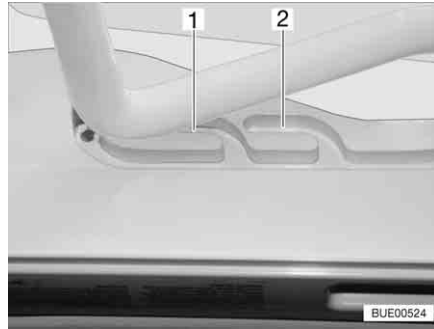
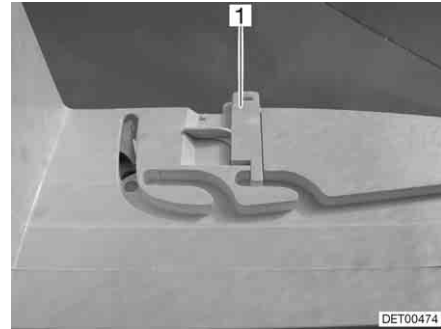

Fig. 112 Oblò Heki in posizione di ricircolo d'aria
Fig. 113 Bloccaggio della posizione di ricircolo d'aria
È possibile portare l'oblò Heki in due posizioni di ricircolo d'aria: Posizione brutto tempo (Fig. 112,1) e posizione centrale (Fig. 112,2). A seconda del modello, l'oblò può essere bloccato sulla posizione centrale del suo telaio con i due chiavistelli (Fig. 113,1) di sinistra e destra.
- Premere la staffa leggermente verso l'alto, spingerla nella guida selezionata (Fig. 112,1 o 2) ed eventualmente bloccarla.